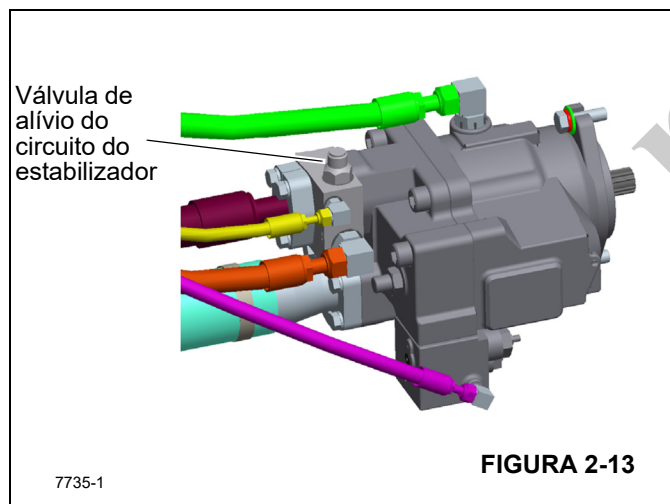

FIGURA 2-13
- O circuito do estabilizador tem uma válvula de alívio única no coletor da bomba com um ajuste conforme mostrado na Figura 2-13 e na Tabela 2-4.